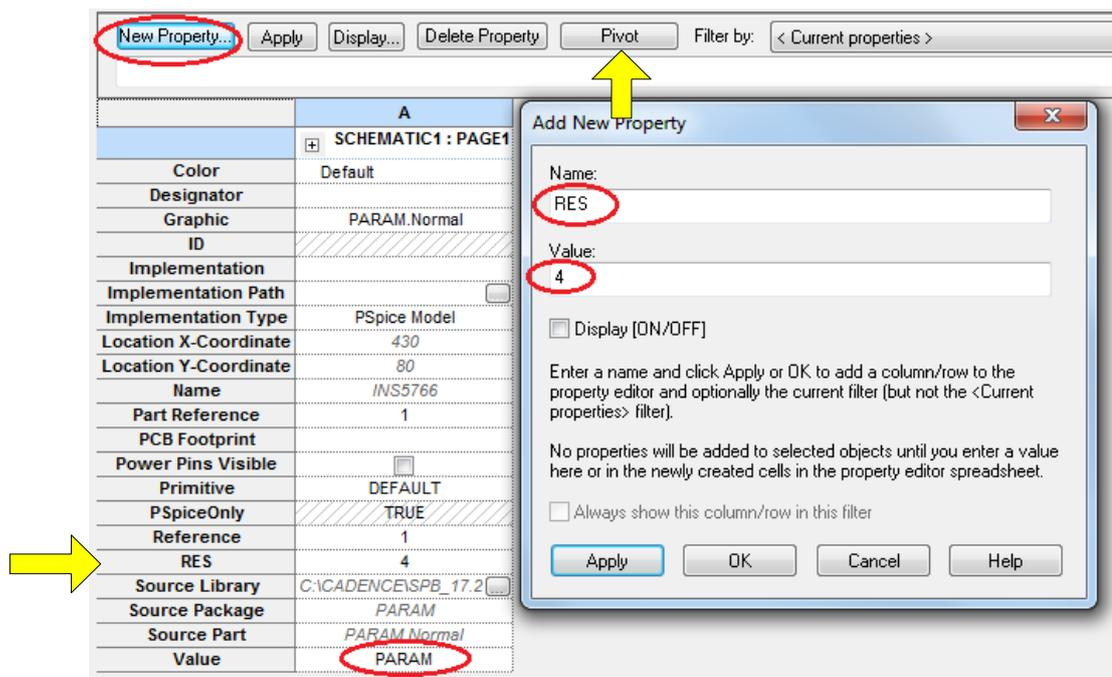

Рис. 1.44. Установка новых свойств резистора RES
4. Дважды щёлкнем на PARAM и в редакторе свойств выбираем New Properties. В новом окне свойств вводим RES без фигурных скобок и номинальное значение резистора 4. Кнопкой Pivot можно поменять в таблице свойств столбцы на строки, если понадобится (рис. 1.44).